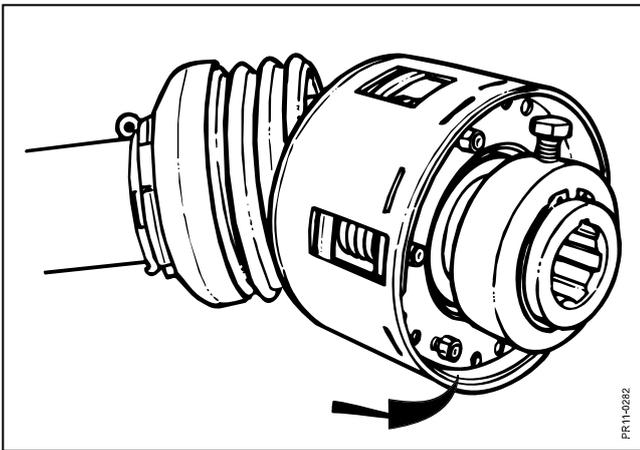

Fig. 5-2
**Fig. 5-2** Pour éviter que le limiteur ne colle après une longue période de non-utilisation, il est nécessaire de le démonter pour le nettoyer. Serrer les six écrous pour comprimer les ressorts afin que les disques tournent librement. **Faire tourner l'embrayage pendant une demi-minute pour le nettoyer.** Desserrer les écrous en bout de filetage pour que les ressorts appuient sur les plateaux d'embrayage.